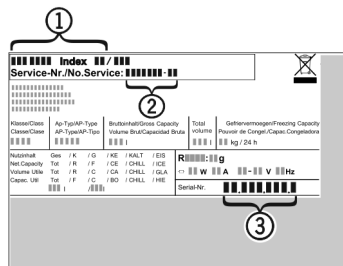

Fig. 15
▶ Denominación del aparato *Fig. 15 (1)*, nº del servicio técnico *Fig. 15 (2)* y nº de serie *Fig. 15 (3)* en la placa de identificación. La placa de identificación se encuentra en la parte interior izquierda del aparato.
- ▶ Informe al servicio postventa e indique el fallo, la denominación del aparato *Fig. 15 (1)*, el nº del servicio técnico *Fig. 15 (2)* y el nº de serie *Fig. 15 (3)*.